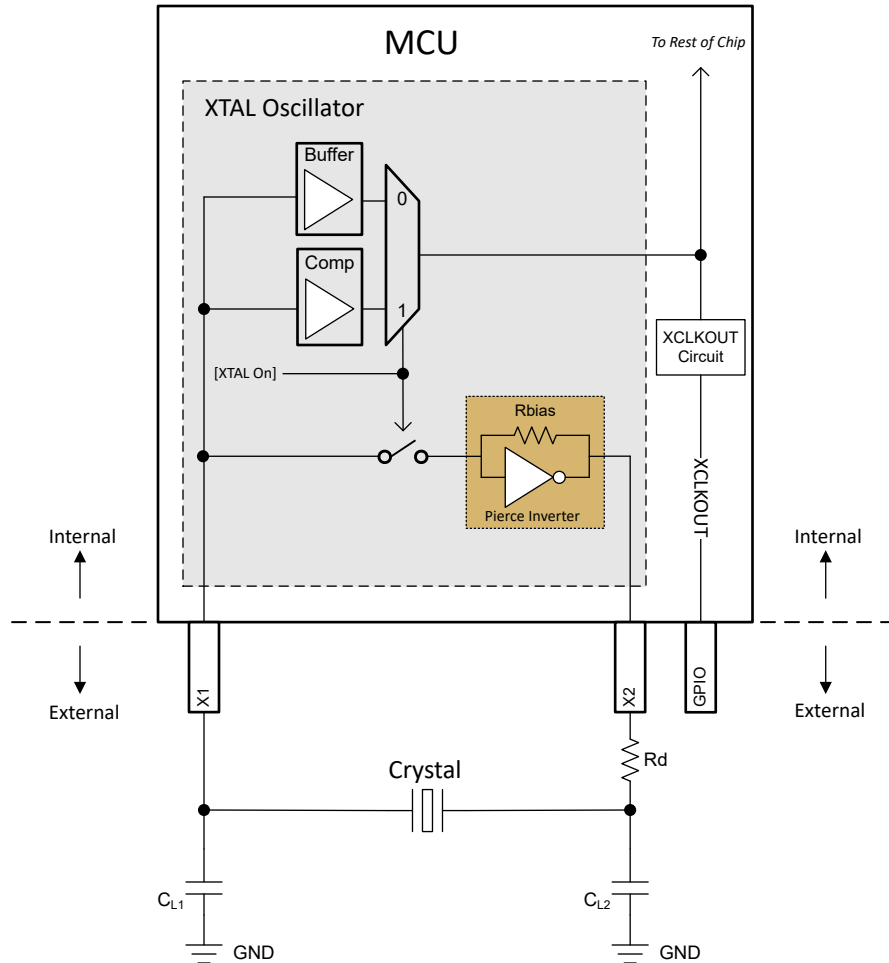

図 6-20. 電気発振回路のブロック図
このデバイスの電気発振回路は、ピアス発振器です。これは正帰還インバータ回路であり、発振するためにはチューニング回路が必要です。この発振器に適合する水晶振動子と組み合わせると、タンク回路が形成されます。このタンク回路は、水晶振動子の基本周波数で発振します。このデバイスでは、発振器は、並列容量 (C0) および必要な負荷容量 (CL) によって、並列共振モードで動作するように設計されています。図 6-20 に、電気発振回路とタンク回路の部品を示します。
図 6-20 によれば、CL1 と CL2 が直列になっているので、水晶振動子から見た等価合計容量を求めるには、静電容量の直列式を適用して、CL1 = CL2 の場合、単純に [CL1]/2 と計算する必要があります。